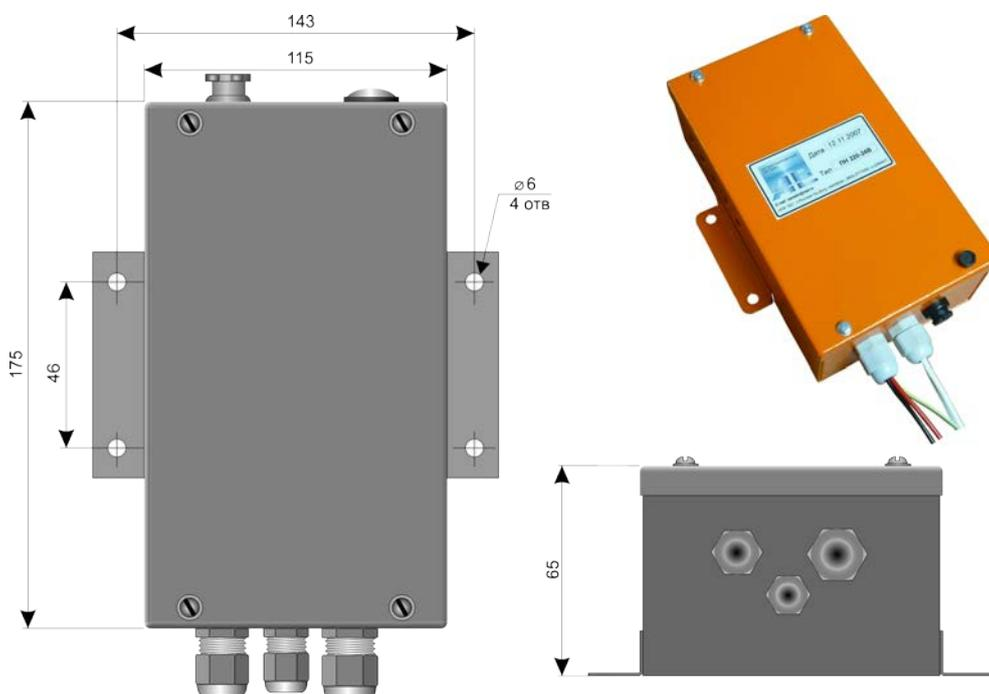

Рис. 7
6.10. Первичный источник питания, рис.7, преобразует сетевое напряжение 220В в адекватное микроконтроллеру напряжения 24В одновременно с фильтрацией помех по цепям питания. Источник содержит 2 встроенных бесконтактных реле для управления цепями 380В, 2А и цепь блокировки реле. Источник питания размещается в зоне с отсутствием помех конвективному теплообмену.